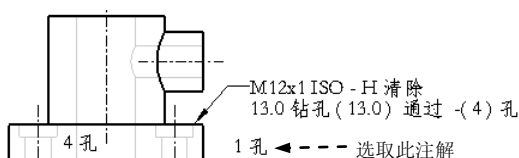
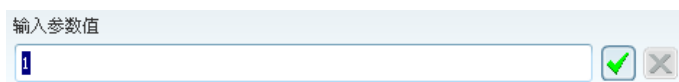

图 5.3.30 选取注解
图 5.3.31 系统提示文本框
- 如果在 Step3 中选取图 5.3.30 所示的注解，右击选择 **编辑值** 命令后，系统在信息提示区显示图 5.3.31 所示的系统提示文本框，在其中的文本栏输入值后单击  按钮，则视图中注解的值显示为被改变。
说明：图 5.3.30 所示的工程图文件位于 D:\proewf5.7\work\ch05.03.04 中，文件名为 base_drw_04.drw，供读者参考。